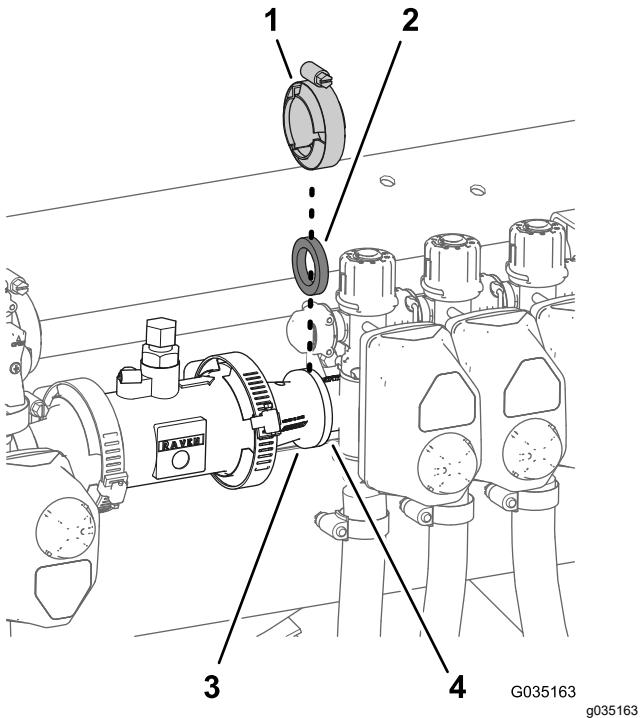

Рисунок 36
3. На машинах с системой опрыскивания ExcelaRate снимите фланцевый хомут и уплотнительную прокладку, с помощью которых переходной патрубок присоединяется к клапану левой секции стрелы (Рисунок 36).